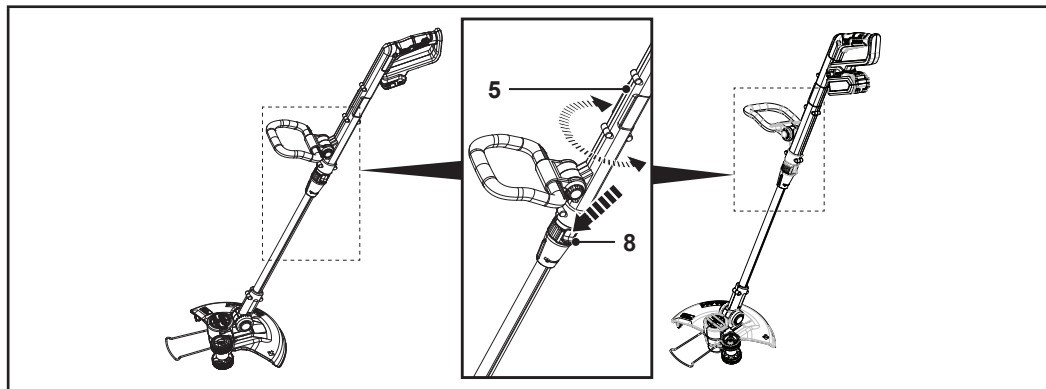

Fig. 7
1. Empurre para baixo o bloqueio de ajuste do ângulo (8) (Fig. 7).
2. Rode o cabo superior (5) 90° (Fig. 7).
3. Liberte o bloqueio de ajuste do ângulo (8).
4. Certifique-se de que o cabo superior (5) bloqueia no lugar.